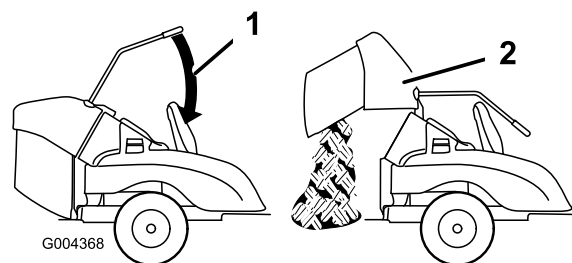

Figura 16
3. Eleve la bolsa de recogida extendiendo la palanca DFS y tirando de la misma hacia abajo (Figura 16).